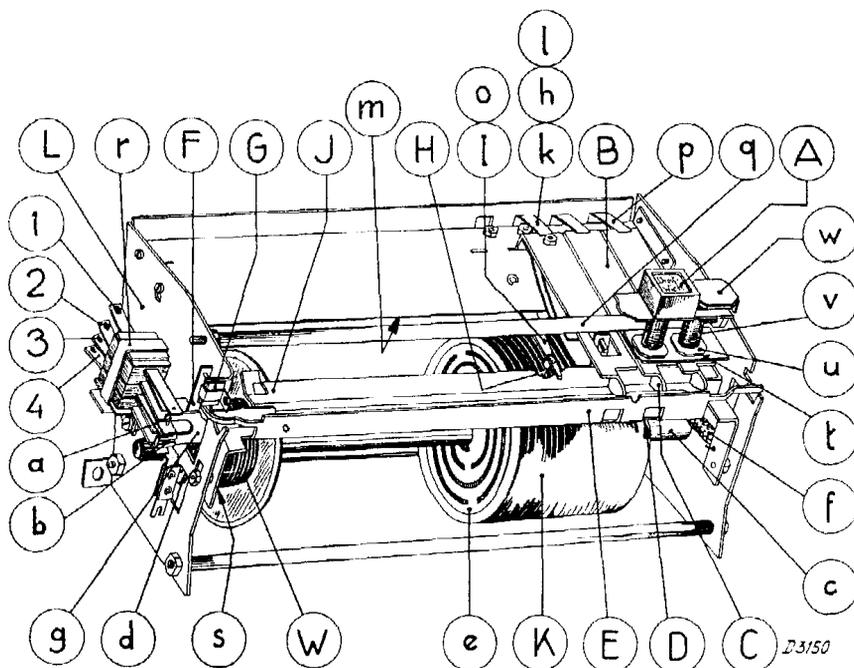

Fig. 11
En appuyant sur le bouton A (fig. 11) la touche dure B est enfoncée et arrêtée car le nez rond C tombe dans l'ouverture carrée D de l'étrier E. Cet étrier est d'abord poussé vers l'avant par C pour retomber sur C. Le fait d'enfoncer le bouton dur provoque la compression du ressort monté sous celui-ci, par l'intermédiaire du doigt I, l'importance de cette compression étant déterminée par la limite d'enfoncement de la pointe d'arrêt H du doigt I dans la rainure du disque sélecteur. L'étrier J avec les cames a et b, qui y sont reliées est enfoncé d'une façon analogue par l'étrier I qui porte la pointe H, de ce fait, soit le ressort 3, soit le ressort 4 forme contact avec la came b (voir également sur les feuillets marqués A et sur le schéma de principe). En raison de la rotation du moteur le pignon M (fig.
Si la petite pointe d'arrêt H (fig. 11) vient à se loger dans un trou des disques sélecteurs, ceux-ci sont alors immobilisés. Ces disques et leur arbre sont directement couplés à l'arbre principal, par l'intermédiaire d'un accouplement par pression, (ressort W), donc également au condensateur.
2. Enlever le petit chapeau du groupe de ressorts r (fig. 11) (un petit bouton).
Pour les poussoirs 1 et 14, il est possible d'ajuster la petite barrette de la touche dure **B** (voir fig. 11) en la tordant.